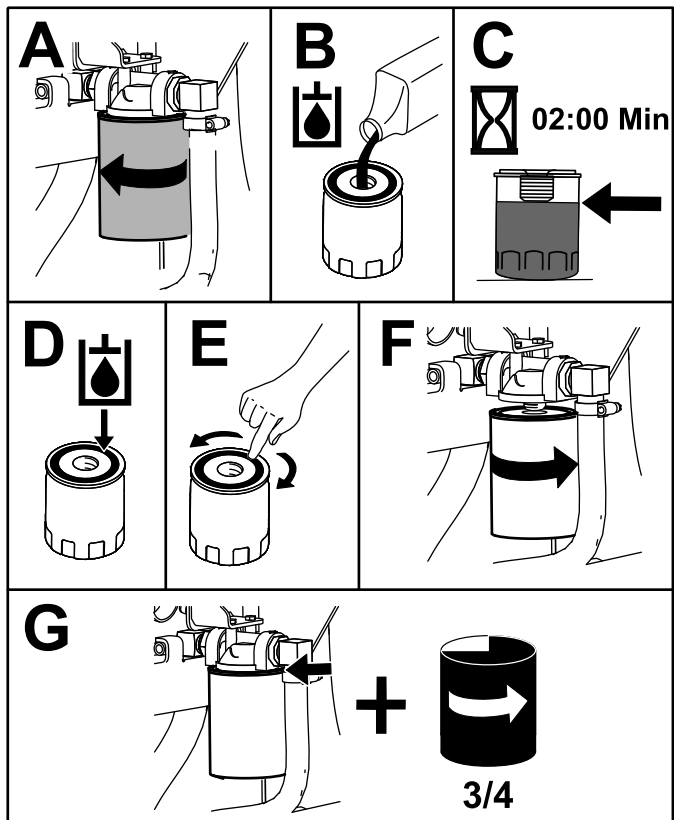

Figure 72
4. Placez un bac de vidange sous le filtre et remplacez le filtre (Figure 72).